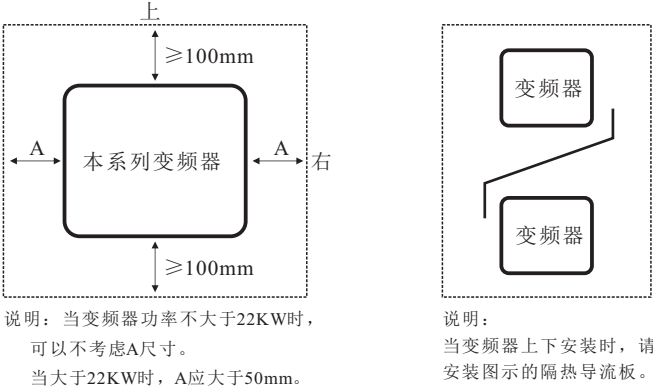

图3-1 列变频器安装示意图
- 1) 请垂直安装变频器，便于热量向上散发。但不能倒置。若柜内有较多变频器时，最好是并排安装。在需要上下安装的场合，请参考图3-1的示意图，安装隔热导流板。
- 2) 安装空间照图3-1所示。保证变频器的散热空间。但布置时请考虑柜内其他器件的散热情况。